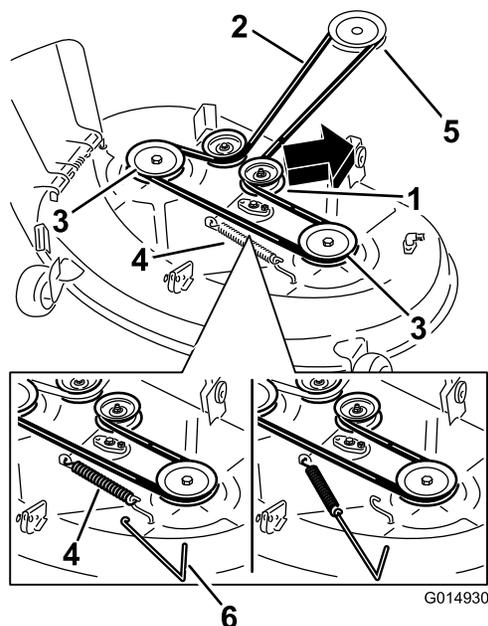

Figure 45
5. À l'aide d'un outil de dépose de ressort (réf. Toro 92-5771), décrochez le ressort du crochet situé sur le tablier pour détendre la poulie de tension et déchaussez la courroie des poulies (Figure 45).
- Acheminez la courroie neuve autour de la poulie du moteur et des poulies du tablier de coupe (Figure 45).
- À l'aide d'un outil de dépose de ressort (réf. Toro 92-5771), accrochez le ressort au crochet situé sur le tablier, afin d'exercer une tension sur la poulie de tension et la courroie du tablier de coupe (Figure 45).